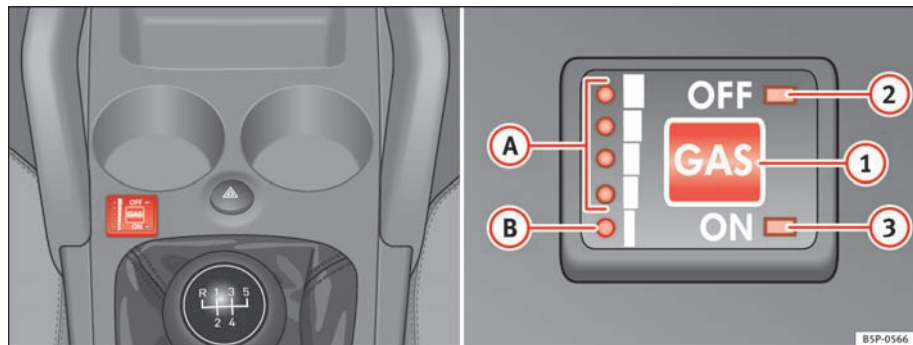

Fig. 140 Midterkonsol: kontakter og kontrollamper til autogasanlægget
Skiftet fra autogas- til benzindrift kan foretages, mens motoren er startet, og endda mens bilen kører, ved at trykke på knappen **GAS** ⇒ fig. 140 ①. Den valgte driftstype vises ved hjælp af kontrollamperne **OFF** ② (kørsel på benzin) og **ON** ③ (kørsel på autogas).